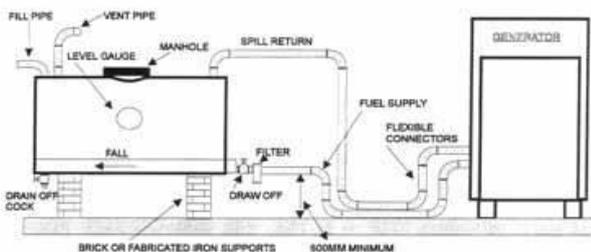

Fig. 5.1. Sin tanque de combustible intermedio
5.5. Sin tanque de combustible intermedio (Fig. 5.1.)
La disposición más simple debería ser empleada para alimentar el motor directamente desde el tanque y devolver la salpicadura del inyector al estanque. Una disposición típica se muestra en la Fig.5.1. Las principales limitaciones de este método son: para evitar los efectos de la gravedad, la salida del tanque debe estar como mínimo 600 mm por sobre el zócalo del generador; La caída de presión de la tubería de retorno de derrames no debe exceder lo detallado en la ficha de datos del motor. El tubo de suministro que va desde el tanque hasta el motor debe ser de un tamaño que permita el volumen de combustible requerido por el motor para funcionar contra la gravedad.